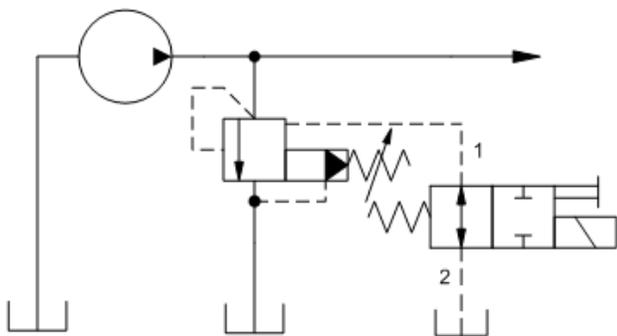

图 6.
- 一个2通先导级阀的典型应用是控制带外控口溢流阀的外控油路。(当DAAL打开, 溢流阀将以最小压力溢流。当DAAL关闭, 溢流阀将以设定溢流压力工作)(如图6所示)。